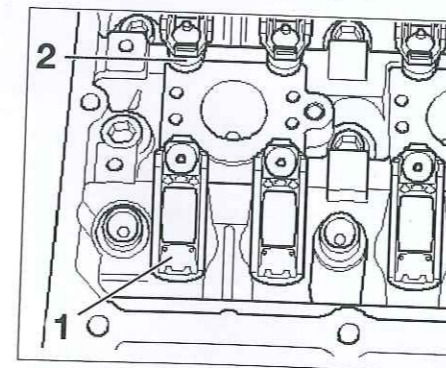

Fig. 69
- Procurar que los balancines de rodillo estén correctamente posicionados en los extremos de las colas de válvulas (1) y sujetos sobre su elemento de apoyo respectivo (2) (Fig.69).